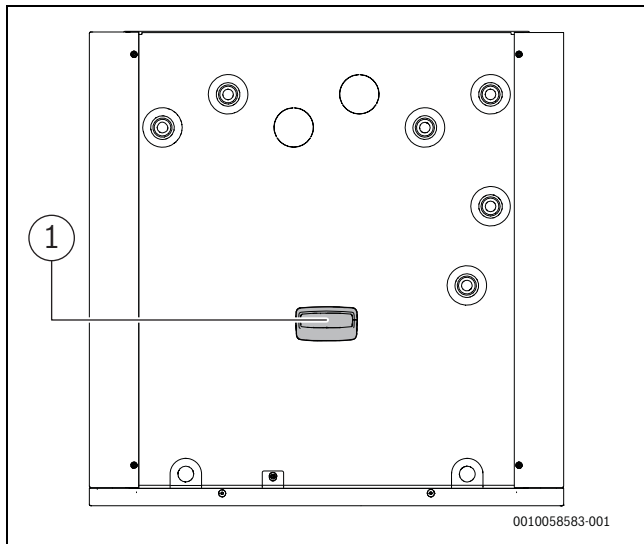

Bild 16 Funkmodul platzieren
- ▶ Modul in den Halter einsetzen (→ [1], Abbildung 16). Wenn das Modul richtig eingesetzt wurde, blinkt eine LED.